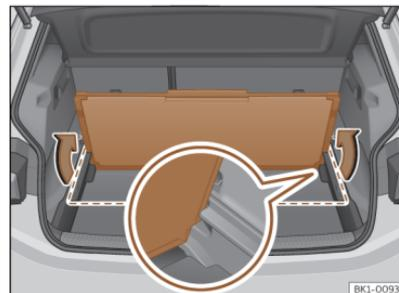

Fig. 172 En el maletero: fijar el segundo suelo del maletero.
- Una vez plegado, levántelo e introdúzcalo en los soportes laterales con el lado abierto hacia abajo >>> **fig. 172** (imagen ampliada).